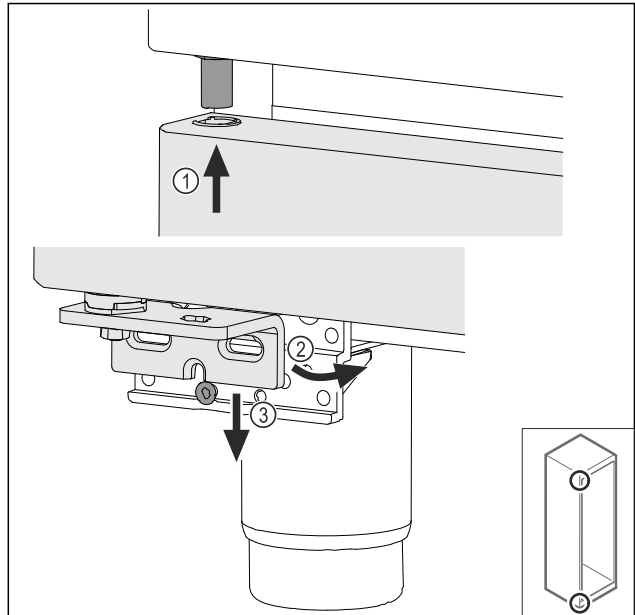

Fig. 74
- ▶ Før døren opppe inn lett vippet Fig. 74 (1), rett ut døren Fig. 74 (2) og sett den på lagerbukkskruen Fig. 74 (3) nede.